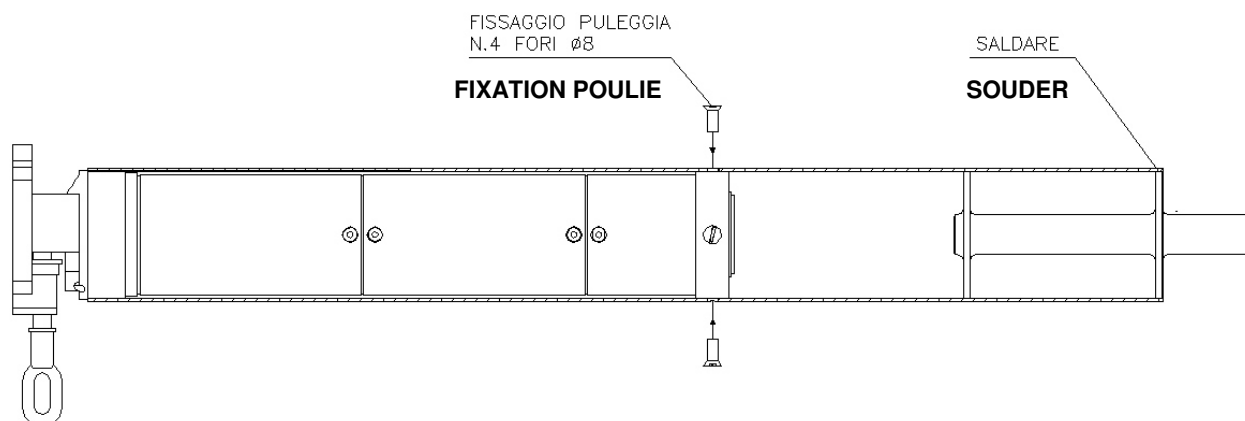

fig. 3
- À l'endroit des 4 trous filetés sur la poulie, faire 4 trous sur le rouleau et visser avec les vis fournies avec le Kit. Sur la partie opposée à la fin de course, fixer le rouleau à l'arbre avec les brides réglables, en faisant une soudure (fig.3).